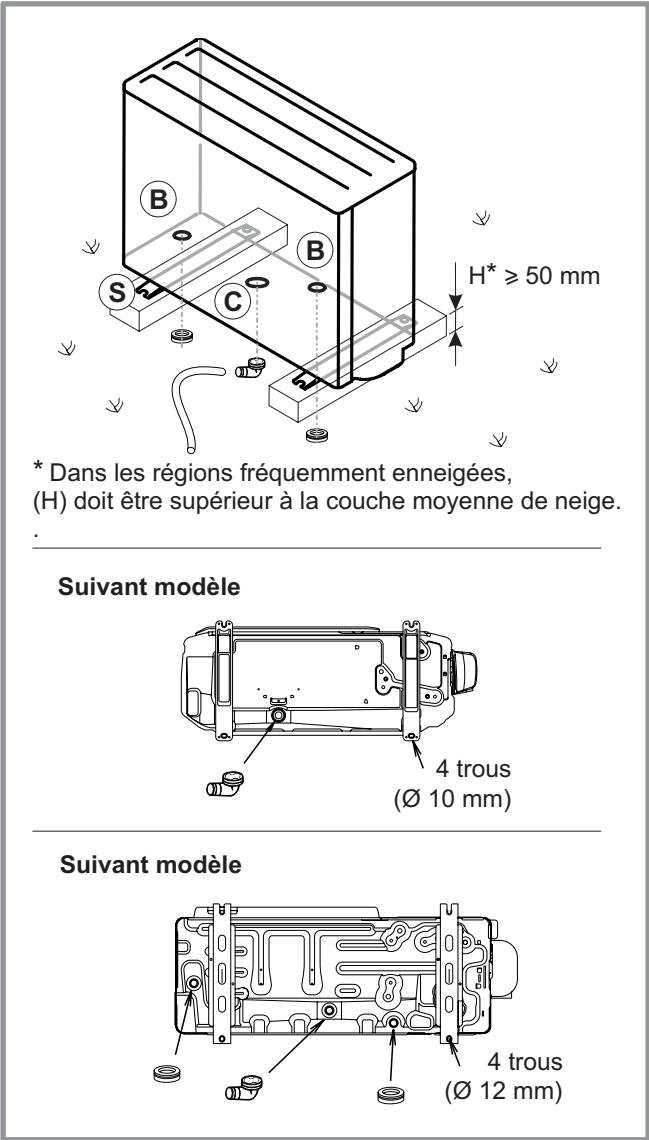

figure 14 - Pose de l'unité extérieure, évacuation des condensats
- En fonctionnement, de l'eau peut s'évacuer de l'unité extérieure. Ne pas installer l'appareil sur une terrasse, mais préférer un endroit drainé (lit de graviers ou sable). Si l'installation est réalisée dans une région où la température peut être inférieure à 0 °C pendant une longue période, vérifier que la présence de glace ne présente aucun danger. Il est aussi possible de raccorder un tuyau d'évacuation sur l'unité extérieure (voir figure 14, page 16).
L'unité extérieure doit être surélevée d'au moins 50 mm par rapport au sol. Dans les régions enneigées, cette hauteur doit être augmentée mais ne pas dépasser 1,5 m (figure 14).
(voir figure 14).